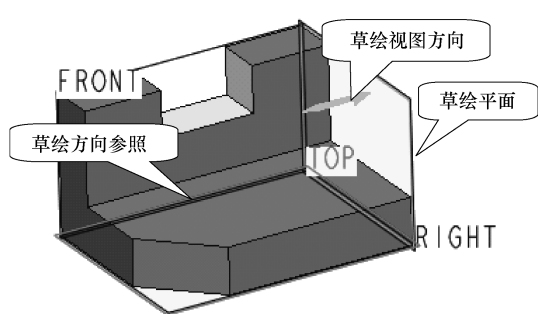

图 4-53 设置草绘截面属性
(10) 单击【基础特征】工具栏中的【拉伸】按钮,选取“RIGHT”基准面作为草绘平面,在图形区单击黄色箭头,使其指向右方,如图4-53所示。
(11) 配合【草绘】对话框,选择“TOP”基准面作为草绘方向参照,在方向列表中选择方向为【顶】,进入草绘环境。
(12) 选择菜单栏中的【草绘】|【参照】选项,弹出【参照】对话框,根据提示加选参